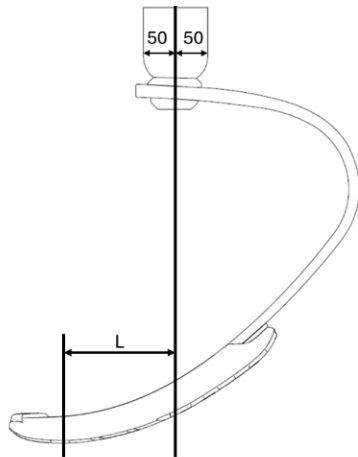

Figura 3: distancia L, montaje estático
1. Coloque el módulo del pie con su punto de contacto con el suelo según la figura 3 y una distancia L de aprox. 50-70 mm delante de la línea de referencia.